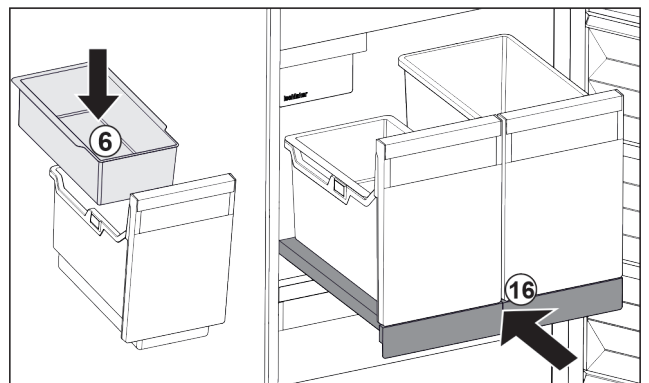

Fig. 130
- Einhängeschale Fig. 130 (6) für Eiskwürfel einsetzen.
- Auszugsbord mit Behälter (IceTower) einschieben. Fig. 130 (16)